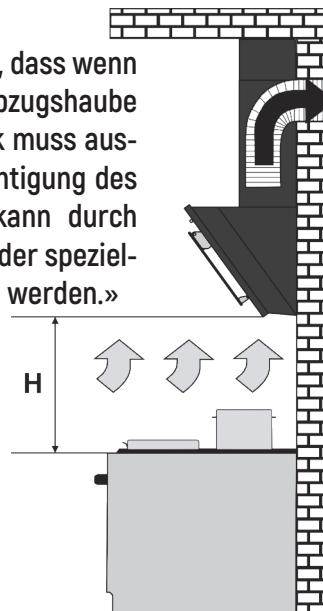

Abb. 1
im Modus der Luftentfernung zum stationären Lüftungsschacht (Schornstein) der Küche unter Verwendung von Luftkanälen aus gewelltem Aluminium oder Kunststoff Ø150mm oder Ø120mm (Abb. 1);
1.11 Achtung! Die Dunstabzugshaube wird in einer Höhe von 650-750 mm über Elektroherden und in einer Höhe von 750-850 mm über der Arbeitsfläche des Herdes an der Wand montiert (Abb. 1).
4.5 Wenn Sie die Dunstabzugshaube in der erforderlichen Installationshöhe H über dem Ofen installieren (Abb. 1), verwenden Sie einen Kanal mit Ø150 / Ø120 mm, um Luft in den Schornstein abzulassen. Ein kleinerer Durchmesser erzeugt einen zusätzlichen Luftwiderstand, der zu erhöhten Geräuschen und Vibrationen sowie zu einer Überhitzung des Motors führt.
- im Abluftmodus in den Schornstein der Küche (Abb. 1);